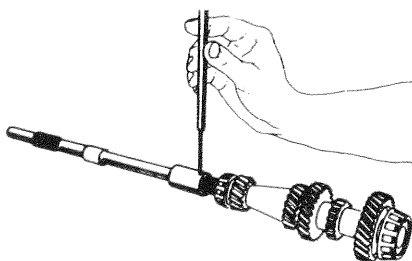

Fig. 57. — Extraction de la goupille élastique pour séparer l'arbre primaire de l'arbre d'embrayage
- Séparer l'arbre d'embrayage de l'arbre primaire, en chassant la goupille élastique à l'aide d'une broche (fig. 57).